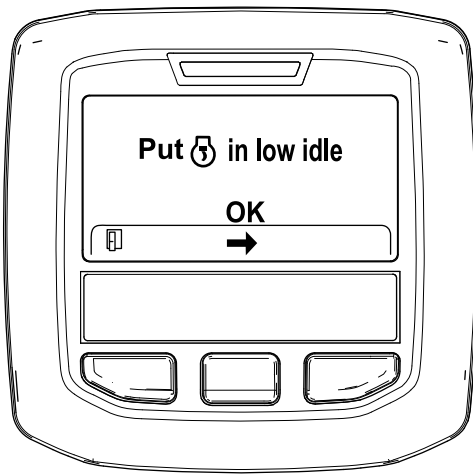

Figure 37
6. Placez la commande d'accélérateur en position de RALENTI et appuyez sur le bouton central (Figure 37).